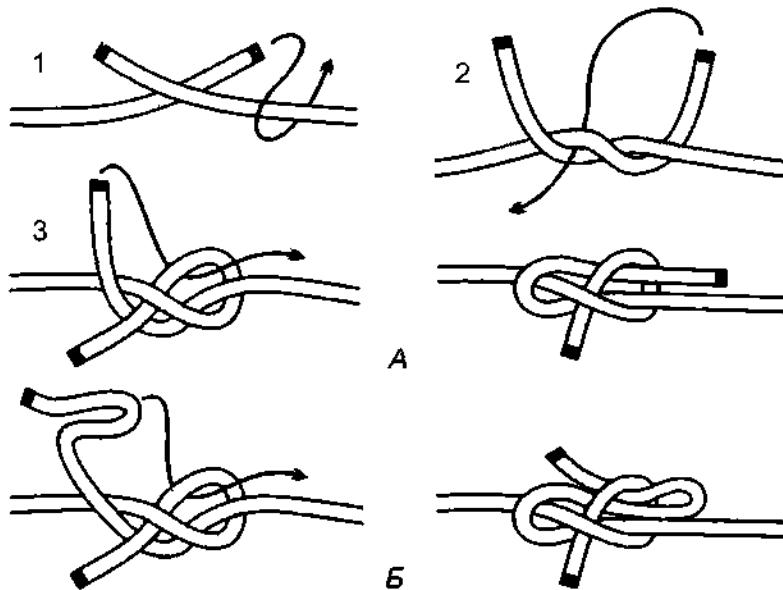

Рис. 889. 6-й способ вязки шкотового узла.
**6-й способ вязки шкотового узла.** Узел вяжется из полуузла (рис. 889 А). Если сделать двойной полуузел – получится **шкотовый узел со шлагом** (рис. 893 Б). Этим способом вяжется **диагональный шкотовый узел**. Завязывая узел таким образом, им, как **прямым** или **пакет-**
**ным узлом**, хорошо стягивать или затягивать мешки, тюки, свёртки и т. д. Затянутый *шкотовый узел* на тонких шнурах становится очень тугим и тяжело развязывается, поэтому, для лёгкой раздачи можно завязать узел с петелькой – *быстроразвязывающийся шкотовый узел* (рис. 889 Б).